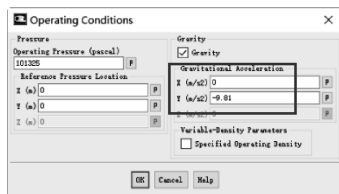

图 11-9 设置重力加速度
(3) 单击 Ribbon 功能区【Setting Up Physics】→【Operating Conditions...】→【Gravity】→【Y (m/s²)】= -9.81，单击【OK】关闭窗口，如图 11-9 所示。